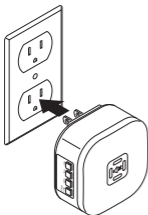

Figura 2
2. **Campana inalámbrica enchufable (vea la Figura 2).**